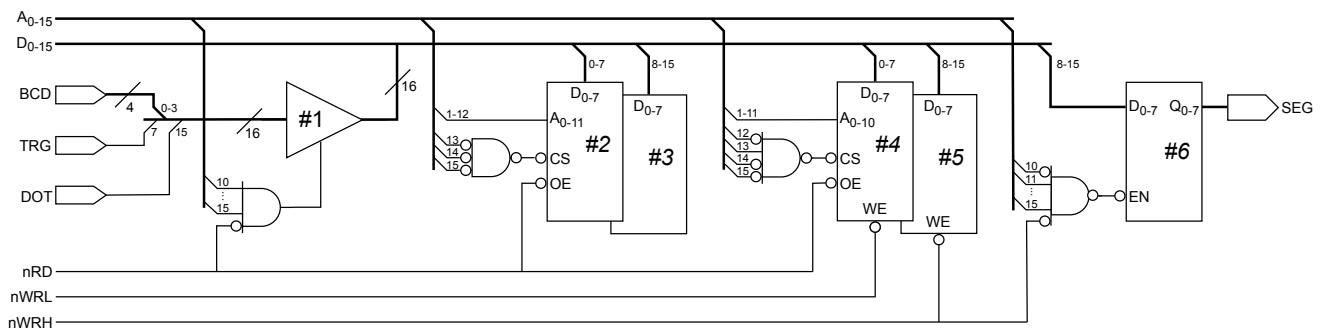

Figura 1: Diagrama lógico equivalente do sistema.
Usando o sistema ilustrado na Figura 1, baseado no processador P16, pretende-se implementar um programa que adquira o valor apresentado na entrada BCD, correspondente a um número inteiro representado com 4 bits em código *Binary Coded Decimal* (BCD), produza o código necessário à sua representação num mostrador de 7 segmentos de cátodo comum e afixe esse valor na saída SEG, onde o bit 0 corresponde ao segmento *a*, o bit 1 corresponde ao segmento *b* e assim sucessivamente.
1. Caracterize os dispositivos de memória apresentados na Figura 1 quanto ao seu tipo, organização e capacidade, em bytes. Indique, ainda, as capacidades dos módulos que formam, também em bytes.
2. Caracterize os portos apresentados na Figura 1 quanto ao seu tipo, dimensão, em bytes, e modos de acesso suportados, i.e. *word-wise* e/ou *byte-wise*.